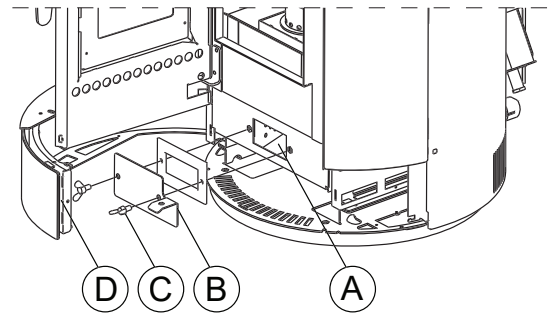

Fig. 6.1.2
- para un acceso fácil al ventilador (A) basta con remover la tapa (D) y la tapa (B) con la junta relativa, utilizando los dos tornillos (C) (Fig. 6.1.2).